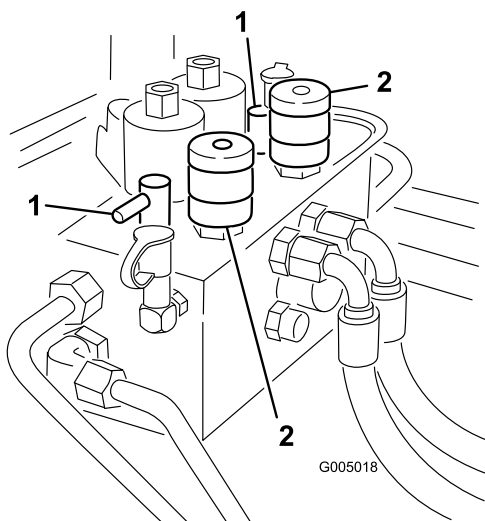

図 81
3. リール速度セクタとバックラップノブ(図 81)を探し出す。バックラップノブをバックラップ位置にセットし、速度ノブを「1」にセットする。